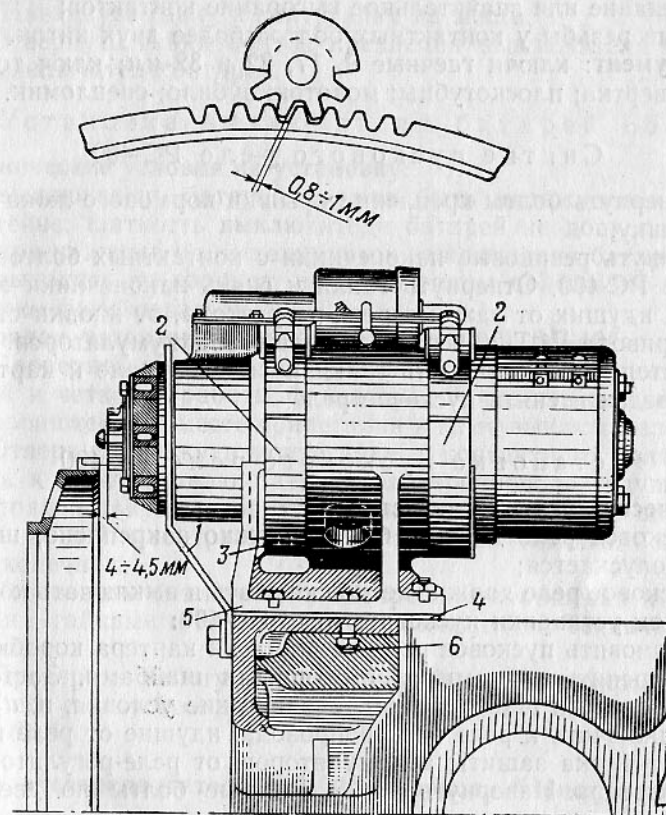

Рис. 63. Установка стартера СТ-700:
5. Расшплинтовать, вывернуть болты стяжных лент 2 (рис. 63) крепления стартера и снять стяжные ленты. Снять стартер через кормовой люк.